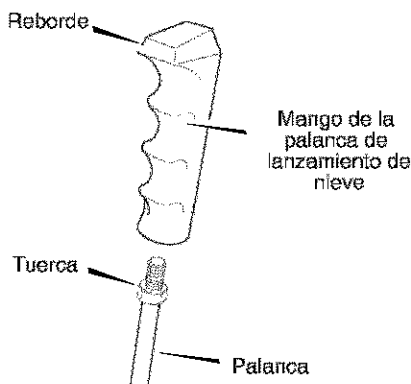

Figura 50
1. Monte el mango de la palanca de lanzamiento de nieve en la palanca hasta que quede apretado contra la tuerca (vea la Figura 50. En algunos modelos la mango de la palanca de lanzamiento de nieve viene ya instalado.